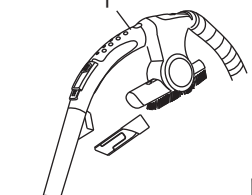

图14
6. 对于窗帘等不需要太大吸力的物体表面清洁，您可以通过调节软管手柄上的风量调节按钮(图14/1)来减小吸入功率。